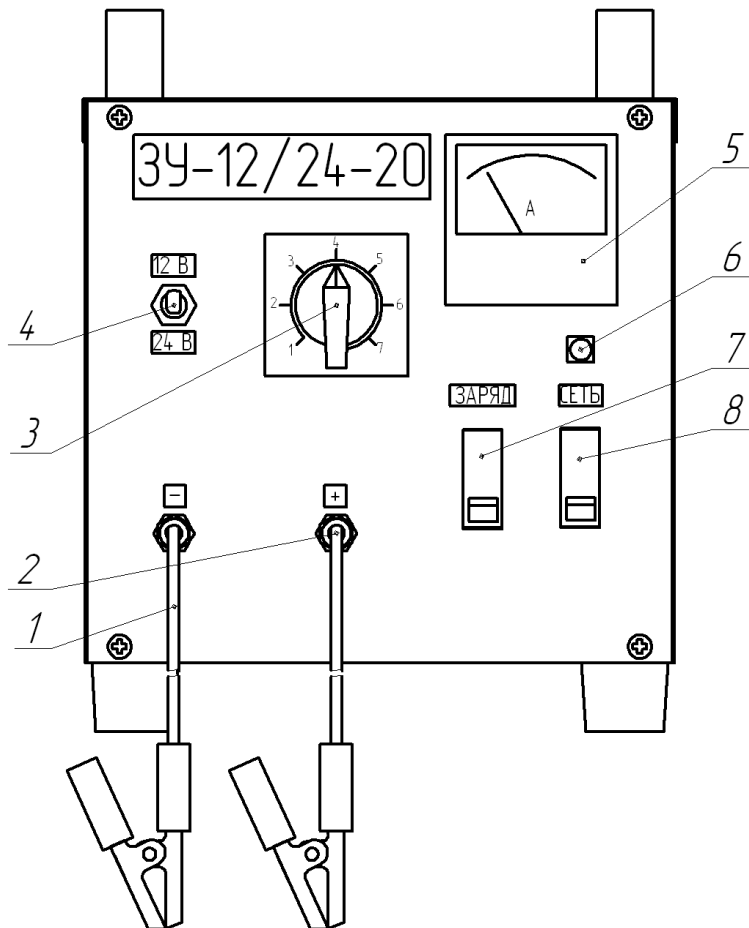

Рисунок 1 – Внешний вид устройства
- переключатель регулировки зарядного тока 3 (рисунок 1) вывести в крайнее левое положение.
- включить автоматический выключатель 8 (рисунок 1), после чего загорится индикаторная лампа 6, сигнализируя о готовности устройства к заряду к заряду.